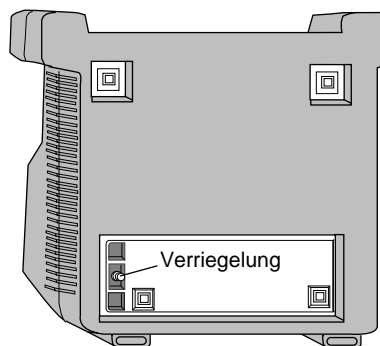

Abbildung 72
1. Schalten Sie das CFS II aus, und legen Sie das Gerät auf die Rückseite (siehe Abb. 72).
2. Betätigen Sie die Freigabetaste der Akkufachverriegelung, und entfernen Sie die Akkufachabdeckung (siehe Abb. 72).